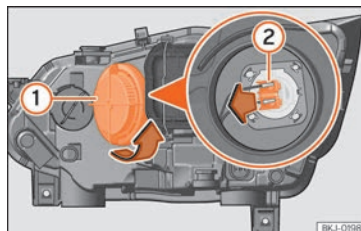

Fig. 52 Dans le compartiment-moteur : ampoule des feux de route.
- Tournez le cache ① vers la gauche et retirez-le » fig. 52.
- Retirez le connecteur ② de l'ampoule en le tirant vers l'extérieur.
- Placez le connecteur de l'ampoule ②.
- Placez le cache ① en le faisant tourner vers la droite.